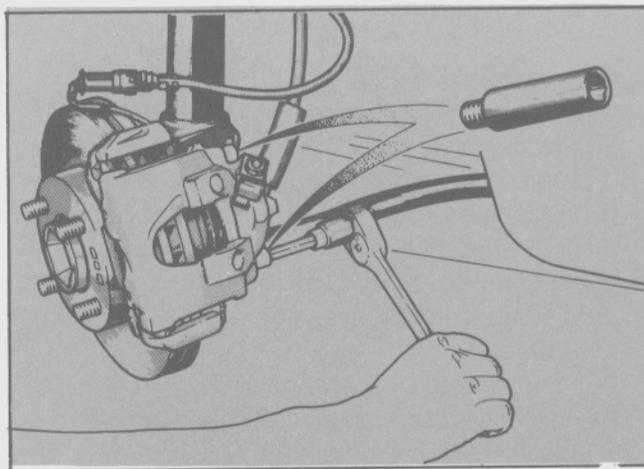

Fig. 41 - Colocación de los tornillos de sujeción de la mordaza.
- Colocar la mordaza en el soporte de anclaje, sujetarla con los dos pernos hexagonales y apretarlos al torque especificado. (Fig. 41).